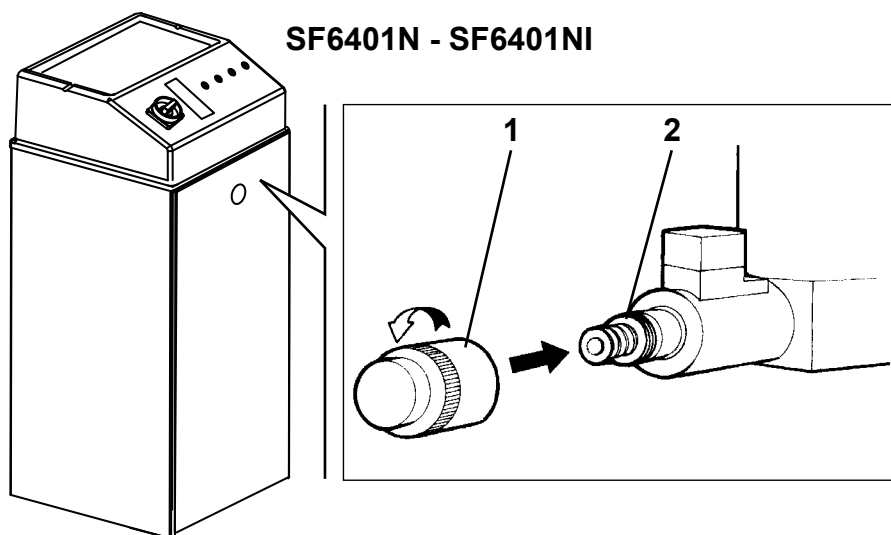

Fig. 43
- aprire la valvola di discesa manuale prima svitando il tappo di protezione (1 Fig.43), poi premere sul dispositivo (2).
- Open the manual drop valve by unscrewing the protection cap (1 Fig.43) and then pressing device (2).
- Das manuelle Absenkventil öffnen, indem zuerst der Schutzstöpsel (1 Fig.43) losgeschraubt und dann die Vorrichtung (2) betätigt wird.
- Ouvrir la valve de descente manuelle en dévissant d'abord le bouchon de protection (1 Fig.43) et en appuyant ensuite sur le dispositif (2).
- abra la válvula de descenso manual desenroscando el tapón de protección (1 Fig.43) y, luego apriete el dispositivo (2).